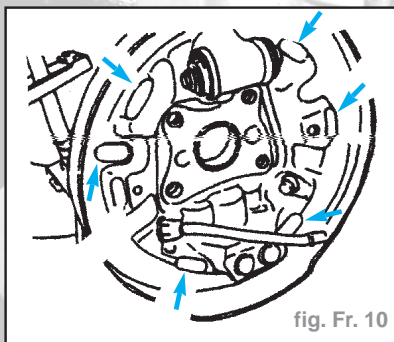

fig. Fr. 10
- Nettoyer, contrôler et graisser le flasque et les points de contact du support, à la graisse pour flasque de frein (fig. Fr. 10).